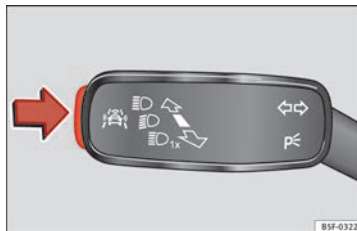

Bild 44 På spaken för blinkers och helljus: knapp för förarassistanssystemen
- Tryck kort på knappen » bild 44 i pilens riktning för att öppna menyn **Assist systems** (assistanssystem).